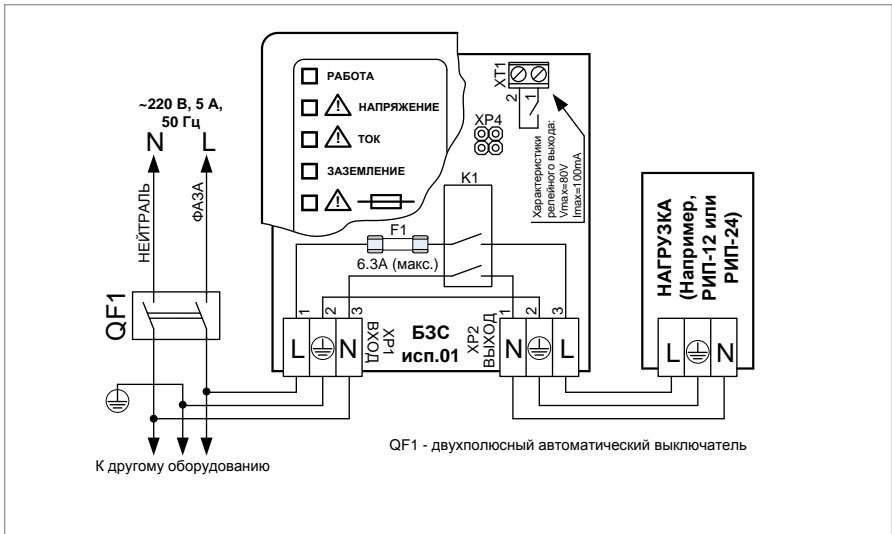

Рисунок 13. Схема подключения «БЗС исп.01»
2. До подачи напряжения сетевого питания необходимо с помощью перемычки на разъёме ХР4 (см. Рисунок 13), установить пределы срабатывания защиты по напряжению и время задержки включения согласно таблице 1.
3. Согласно схеме соединений на Рисунок 13